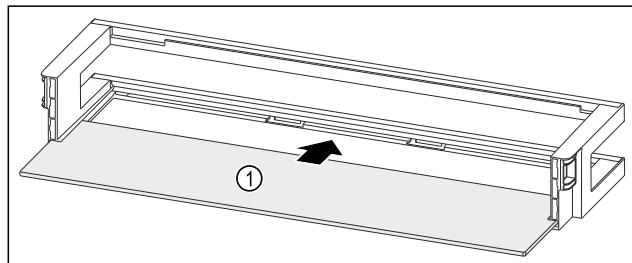

Fig. 134 Balconnet de contre-porte avec tablette de rangement
- ▶ Insérer la tablette de rangement Fig. 134 (1) dans les évidements latéraux.